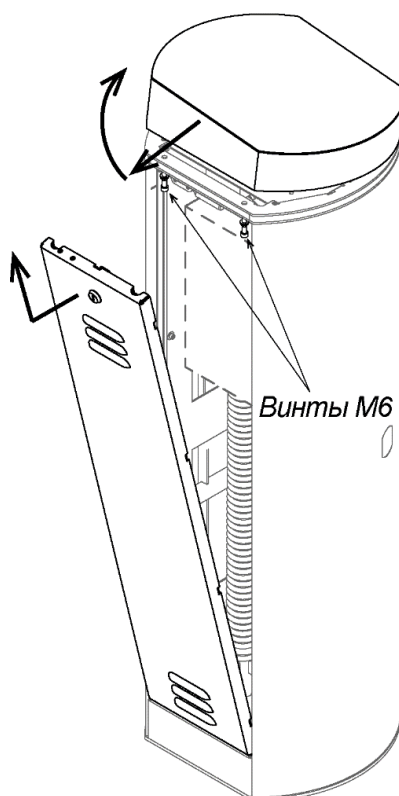

Рисунок 11. Порядок снятия верхней крышки шлагбаума
1. Снимите дверцу, предварительно повернув ключ замка, и открутите два винта М6, которые находятся снизу на верхней грани проема дверцы. Аккуратно, чтобы не повредить установленную внутри плату управления, снимите крышку, сдвинув ее за передний край на себя и затем подняв его вверх (см. рис. 11).
2. На приводе стрелы переведите рычаг (13) в нижнее положение. Для этого шлицевой отверткой вращайте винт (или ручку, в зависимости от модификации привода) разблокировки привода (21) против часовой стрелки до упора.
3. Если ранее были установлены балансировочные пружины (8), то их необходимо снять (см. разд. 8.5.6).
4. Демонтируйте рычажно-шатунную группу – детали (12) и (13), для чего открутите два болта (14) с внутренним шестигранником S10 и снимите стопорное кольцо (15). Детали плотно насажены на оси, при снятии покачивайте их из стороны в сторону, при необходимости используйте большие отвертки в качестве рычагов.
5. Снимите стопорное кольцо (16) и разъедините детали – шатун (12) и рычаг (13). Замените рычаг (13) на другой из комплекта поставки (рычаг с маркировкой 18B-B соответствует правосторонней установке стрелы, рычаг с маркировкой 18B-A – левосторонней). Установите шатун на новый рычаг и зафиксируйте обе детали стопорным кольцом (16).
6. Открутите четыре винта (18) с внутренним шестигранником S6 и переставьте упор (17) зеркально относительно вертикальной оси привода, на рисунке – место (19). Перед установкой упора на новое место проверните вал редуктора с упорной лапкой (20) при помощи винта (ручки) разблокировки привода (21). При необходимости зафиксируйте упор на новом месте винтами (18).
7. Установите на место рычажно-шатунную группу и закрепите ее болтами (14) на валу кронштейна стрелы и стопорным кольцом (15) на шарнире лапки (20).
Для разблокировки стрелы откройте дверцу шлагбаума и шлицевой отверткой вращайте винт (ручку) разблокировки привода (21) (см. рис. 11) влево или вправо до тех пор, пока нижний шарнир шатуна (12) не выйдет из крайнего положения и стрела не станет поддаваться ручному воздействию вверх или вниз.